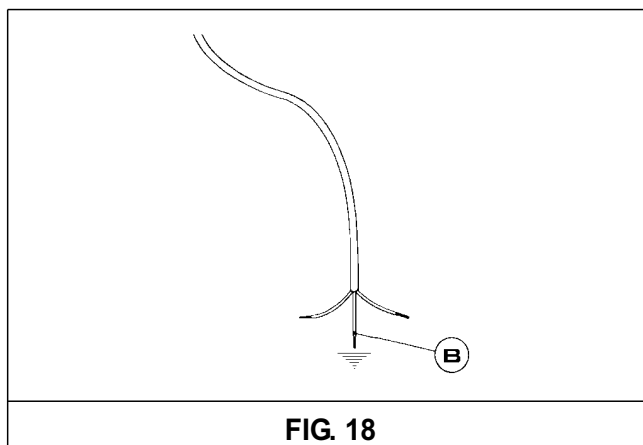

FIG. 18
*En caso de sustituir el cable de alimentación, el instalador deberá disponer de un conductor de tierra "B" más largo que los conductores de fase (fig. 18) y deberá respetar las advertencias indicadas en el párrafo 8.*